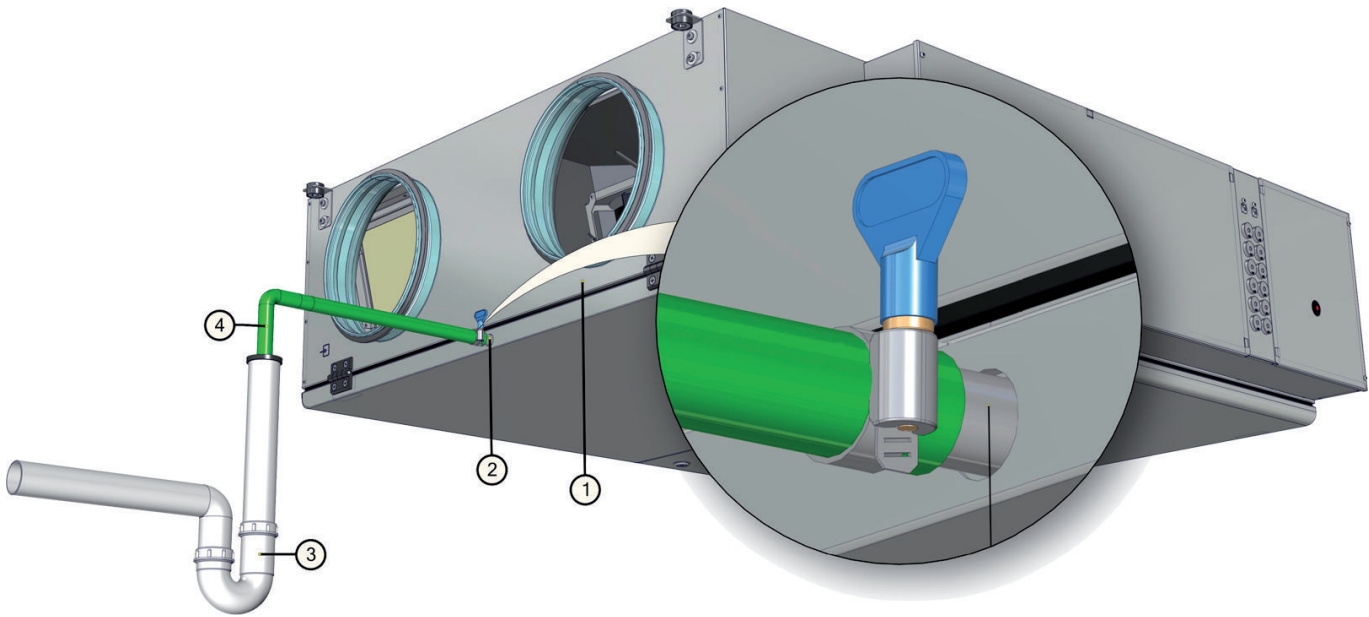

Рис. 9.1. Отвод конденсата от вентустановки.
*Сифон (3) должен быть смонтирован ниже вентустановки (1).*
*После монтажа дренажной системы проверьте ее работу, залив в поддон отвода конденсата 0,5 литра воды (сифон (3) должен быть постоянно заполнен водой). Если вода не вытекает из поддона, устраните данную неисправность. Система отвода конденсата должна эксплуатироваться в помещениях с температурой воздуха выше 0 °С, в противном случае необходимо покрыть тепловой изоляцией всю систему отвода конденсата от вентустановки до канализационной трубы и проложить нагревательный элемент (в виде кабеля) под изоляцией. Схема отвода конденсата от вентустановки показана на рис. 9.1.*